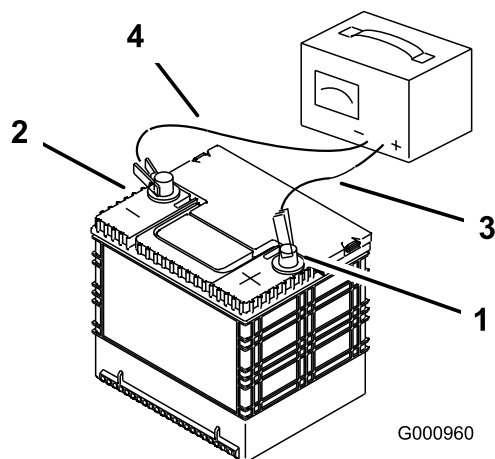

Рисунок 29
2. После полной зарядки аккумулятора отсоедините зарядное устройство от электророзетки и штырей аккумулятора (Рисунок 29).